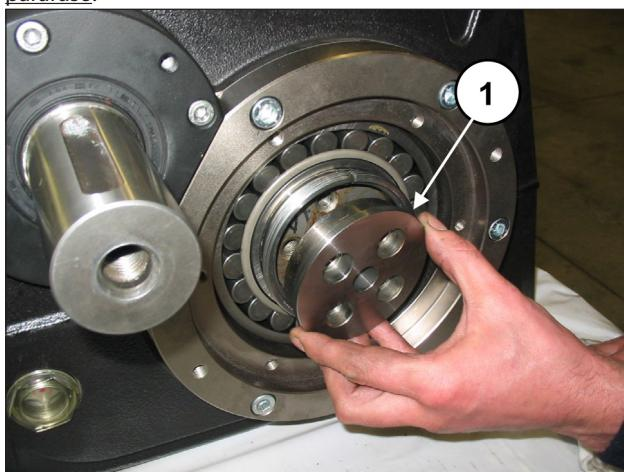

Fig. 78
Insira o flange de bloqueio da bússola no interior das bússolas cônicas (pos. ①, Fig. 78).